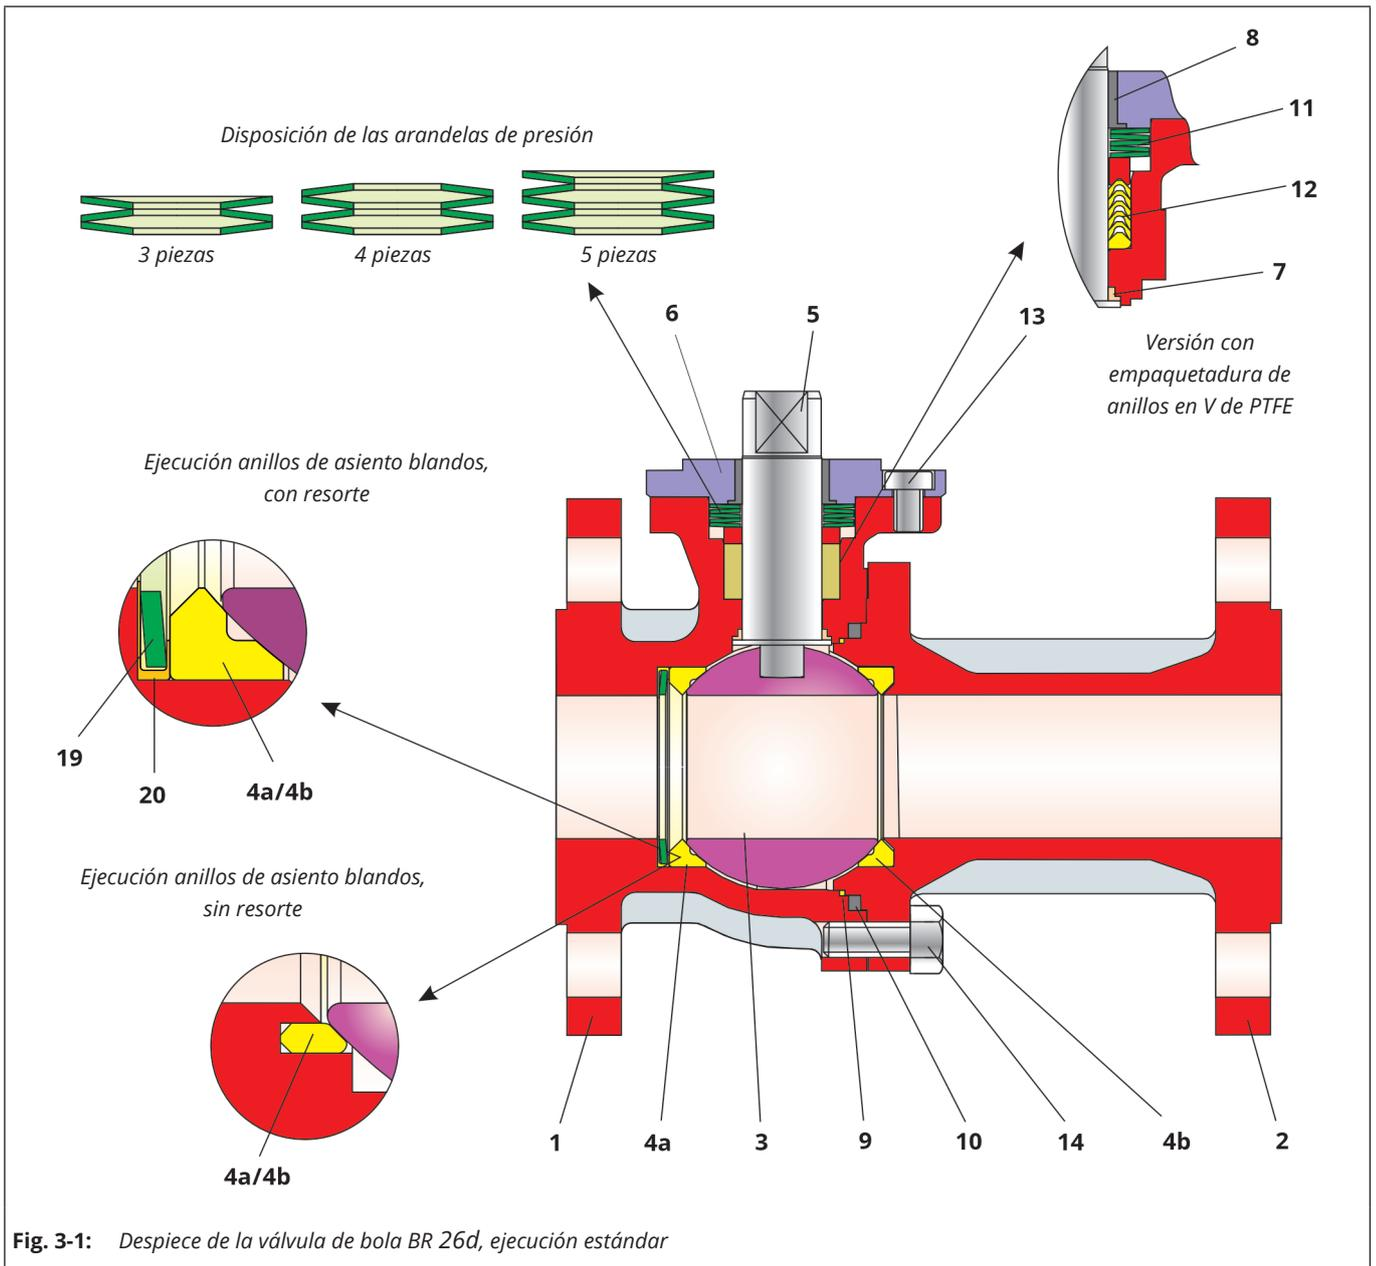

Fig. 3-1: Despiece de la válvula de bola BR 26d, ejecución estándar
- ⇒ Empujar la empaquetadura de anillos en V (12) por el eje (5) montado mediante un ligero movimiento rotativo y colocarla en el alojamiento de la empaquetadura del cuerpo principal (1). Tener en cuenta la Fig. 3-1 para el orden de colocación y la cantidad de los anillos en V.
- ⇒ Colocar el conjunto de arandelas de presión (11) encima de la empaquetadura (12). Tener en cuenta la Fig. 3-1 para el orden de colocación y la cantidad de arandelas de presión.
- ⇒ Coloque el juego de muelles de disco (11) sobre la empaquetadura de anillo cónico (12). Disposición de los muelles de disco, ver Fig. 3-1.